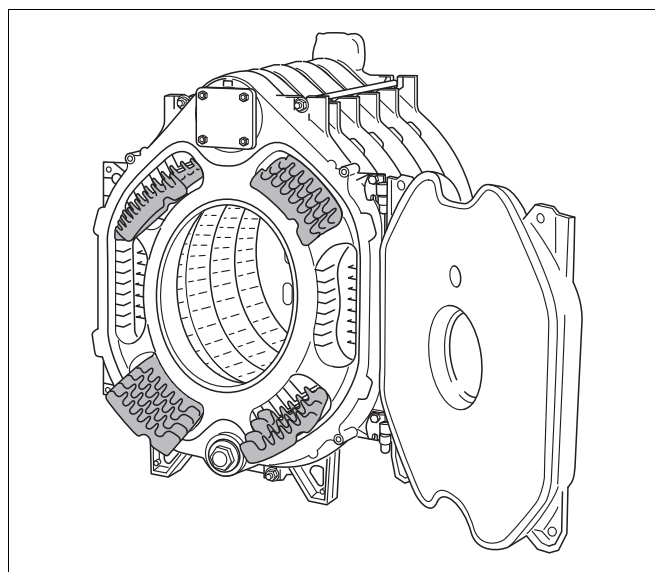

Fig. 27 Turbulateurs
- Retirer les turbulateurs de la caisse et les insérer selon les **indications inscrites par moulage** dans les parcours des fumées (→ fig. 27 et tableau ci-dessous).